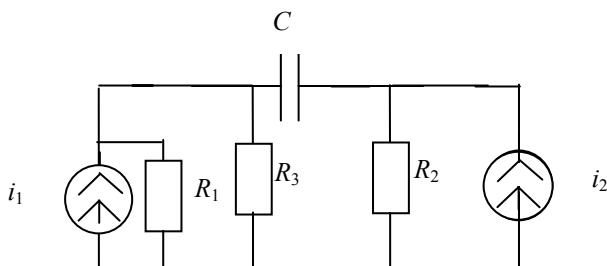

Рис. 3.5
3.1.5. В электрическую цепь (рис. 3.5) включены два генератора синусоидального тока  $i_1 = 50\sqrt{2} \sin \omega t_m A$ ,  $i_2 = 20\sqrt{2} \sin \omega t_m A$ . Известны  $R_1 = 10$  кОм,  $R_2 = 25$  кОм,  $R_3 = 20$  кОм,  $X_C = 34$  кОм. Определить токи в ветвях.